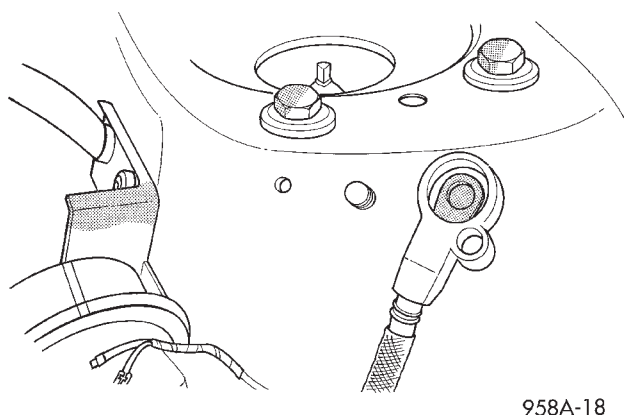

Abb. 62 Externes Batterie-Minuskabel
(1) Externes Batterie-Minuskabel abklemmen (Abb. 62).